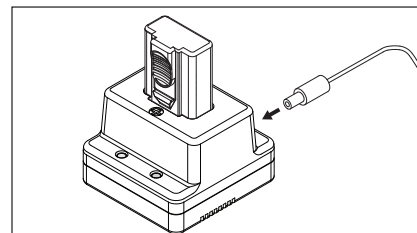

Figure 2
3. Insérer le cordon d'alimentation de l'adaptateur dans la base du chargeur (voir la figure 2).